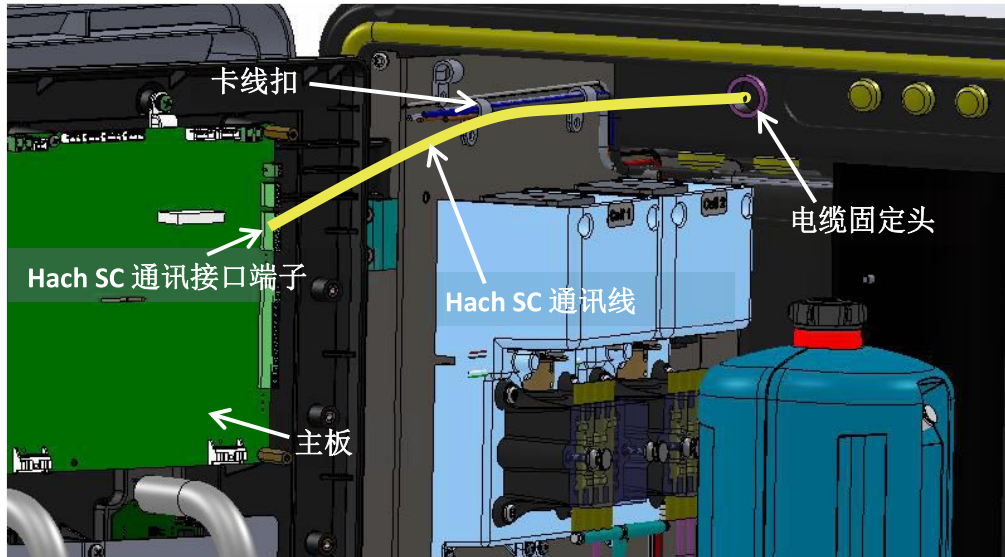

图 3.7.3-1 Hach SC 协议数据通讯线缆连接
4. 把 Hach SC 协议数据通讯线缆穿过机箱上含应变释放器的电缆固定头。将剥好的通讯线缆依次接入主板上 Hach SC 协议通讯接口端子。并用扎线带把通讯线缆固定到卡线扣上。如图 3.7.3-1 所示。